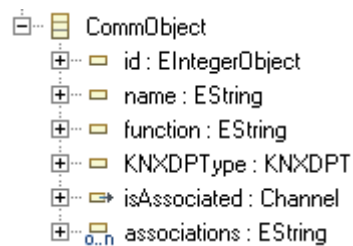

Figura 2.25. Sintaxis abstracta: CommObject.
- **CommObject:** Representa los objetos de comunicación asociados a cada dispositivo. Posee los siguientes atributos (ver también *Figura 2.25.*):